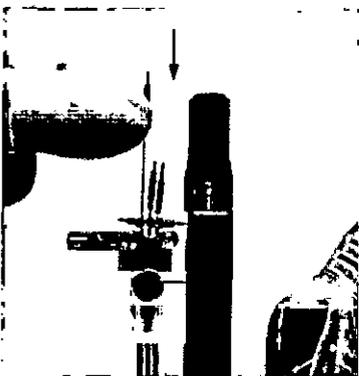

Figura 66
10. Empuje el (los) microelectrodo (s) hacia abajo. (Ver Figura 66)